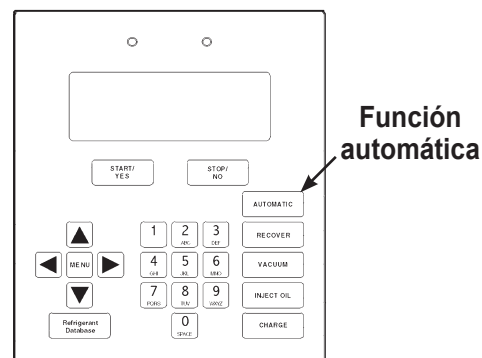

Figura 9
2. Presione el botón **AUTOMATIC (automático)**. Consulte la Figura 9.